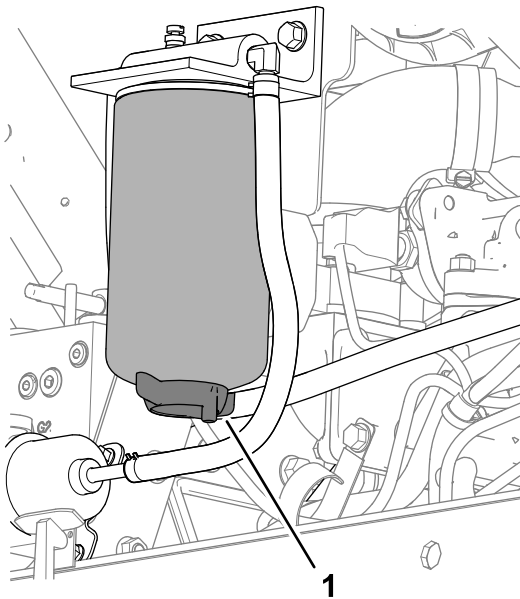

Figure 117
3. Placez un bac de vidange sous le filtre séparateur eau-carburant (Figure 117).